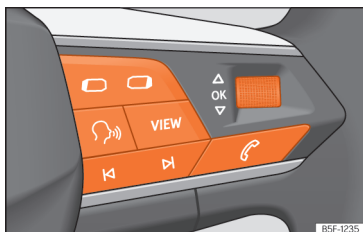

Abb. 15 Rechte Seite des Multifunktionslenkrads: Bedienelemente für die Menüs und Informationsanzeigen im Kombi-Instrument (modellabhängig).
Solange eine Warnung der Priorität 1 vorliegt, >>> S. 25, kann auf kein Menü zugegriffen werden. Einige Warnmeldungen können über die Taste **OK** am Multifunktionslenkrad bestätigt und ausgeblendet werden >>> (Abb. 15).
- Falls eine Meldung oder das Fahrzeug-Piktogramm angezeigt wird, drücken Sie die Taste **OK** >>> (Abb. 15); ggf. mehrere Male.